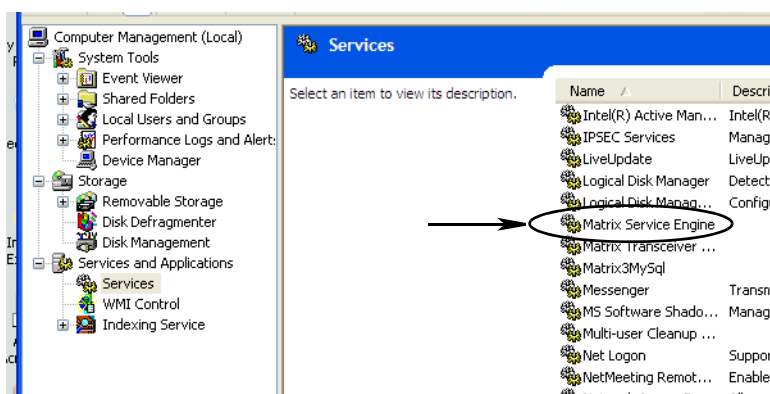

FIG. 56
- d. Haga doble clic en el Motor del sistema de Matrix de la lista de servicios (FIG. 56).